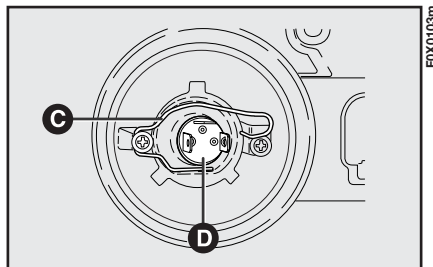

fig. 122
- sganciare la molletta di fissaggio C-fig. 122 quindi sfilare la lampada D;